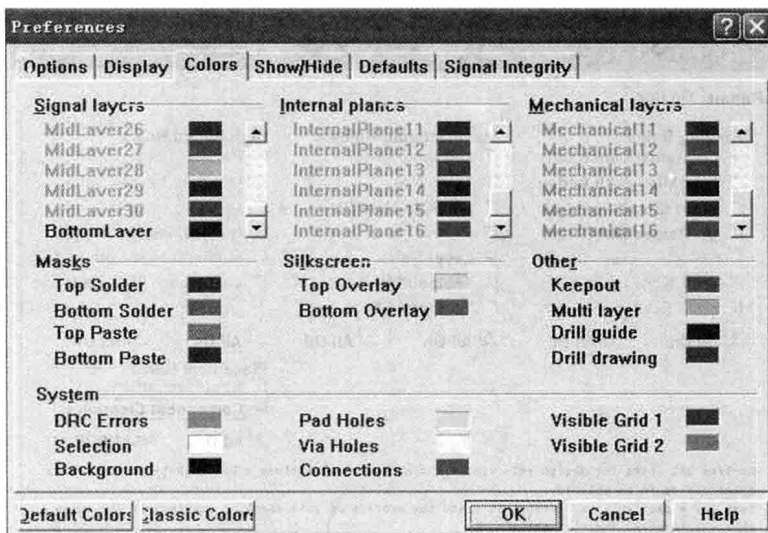

图 1-2 工作板层
(2)在工作层方面,Protel 99SE 新增加了 32 层布线层(Signal Layers)、16 个电源接地层(Power/Ground Planes)、16 个机械层(Mechanical Layers)。可以全部自定的层叠结构(Layer Stack)与钻孔层对(Drill Pair)设定。从图 1-2 中可以看出增加的板层数目。